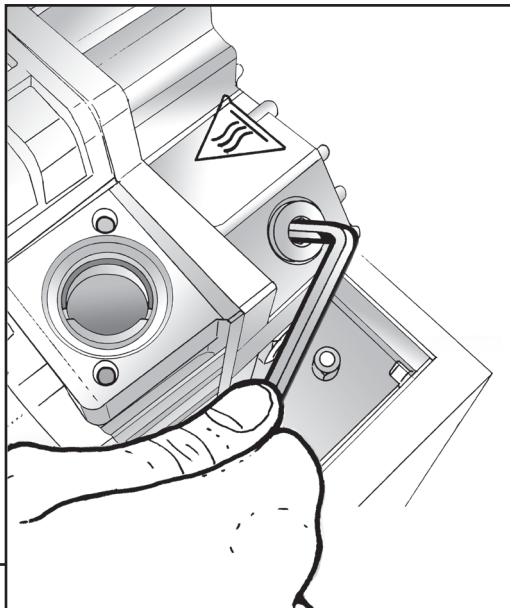

Abb. 10
- 7) Mit einem Sechskantschlüssel den Öleinfüllverschluss an der Oberseite der Pumpe abschrauben (Abb. 10).